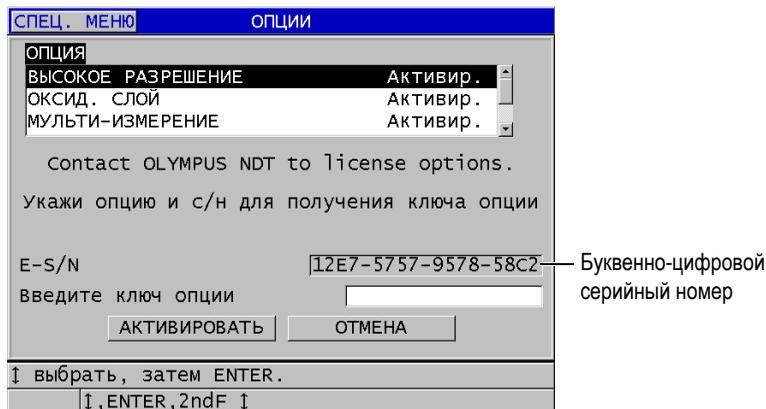

Рис. 7-1 Экран ОПЦИИ для активации программных опций
3. В окне **ОПЦИИ** (см. Рис. 7-1 на стр. 109) в поле **E-S/N** расположен 16-значный буквенно-цифровой серийный номер. В списке **ОПЦИЯ** указан текущий статус каждой программной опции. **Активир.** означает, что опция активирована.
5. В диалоговом окне **ОПЦИИ** (см. Рис. 7-1 на стр. 109):